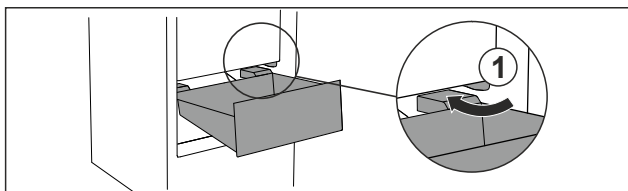

Fig. 65
- ▶ Predal speljite poševno okrog zaustavljalnikov Fig. 65 (1).